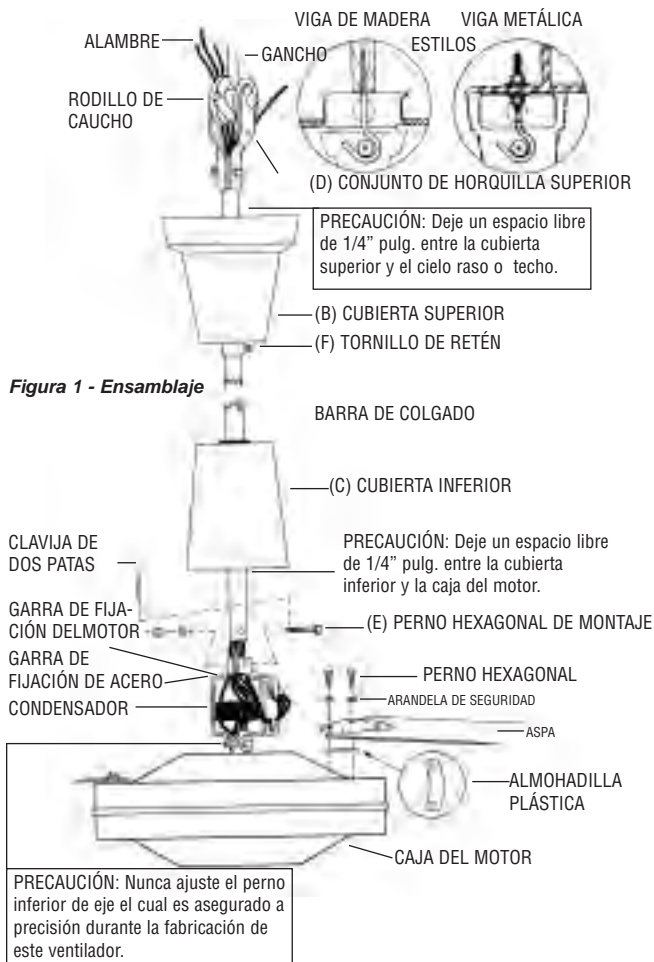

Figura 1 - Ensamblaje
2. En la garra de fijación (A) del motor, retire la clavija de dos patas y afloje la tuerca hexagonal. Retire cuidadosamente la arandela resortada y el tornillo hexagonal (E). (Véase la Figura 1)
3. Deslice la cubierta superior (B) (en forma de campana) hacia arriba por la barra. Deslice la cubierta inferior (C) hacia arriba por la barra.
4. Inserte los 5 cables eléctricos y el cable de seguridad a través del orificio central en la garra de fijación de acero sobre el motor (A) y luego continúe insertando los cables eléctricos y el cable de seguridad a través de la barra de colgado hasta que los cables eléctricos y el cable salgan en el extremo superior (horquilla).
PRECAUCIÓN: Las aspas deben sujetarse al motor según se muestra en la Figura 1. NO invierta las aspas durante la instalación.